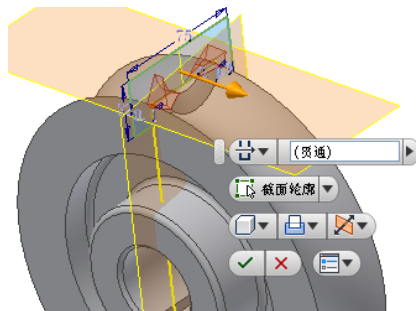

图 8-55 拉伸示意图
②单击【草图】标签上的【完成草图】工具按钮，退出草图环境；单击【三维模型】标签栏【创建】面板上的【拉伸】工具按钮，打开【拉伸】对话框，选择绘制的封闭草图图形作为截面轮廓，布尔方式为【求差】，终止方式为【贯通】，方向设置为对称，如图 8-55 所示。